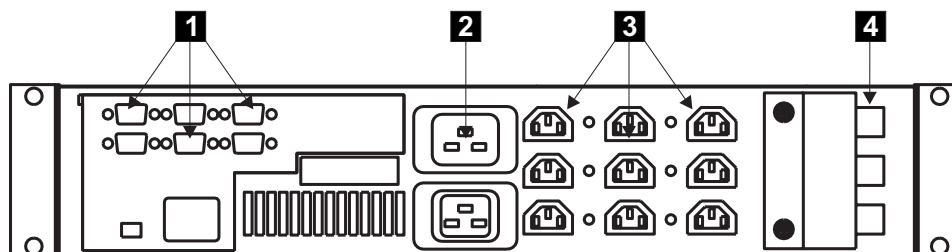

図 141. 2145 無停電電源装置 (背面図)
2. 2145 UPS (図 141) の背面の SAN ボリューム・コントローラーの電源ケーブル **3** を切り離します。
4. 主電源ケーブル **2** (図 141) を切り離します。